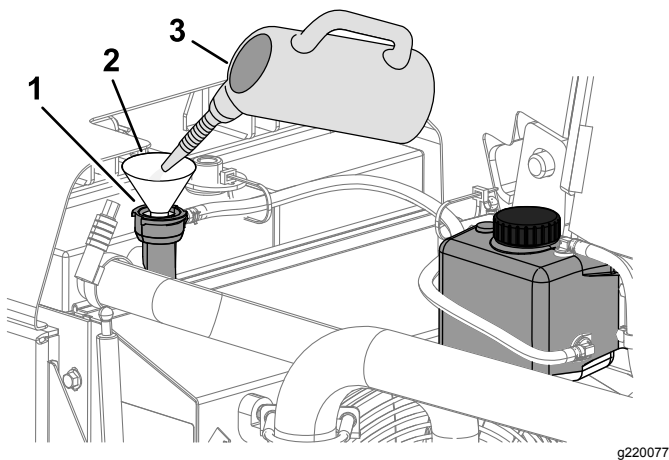

Bild 109
3. Füllen Sie den Kühler mit Kühlmittel, bis der Stand an der Unterkante des Füllstutzens liegt (Bild 109).